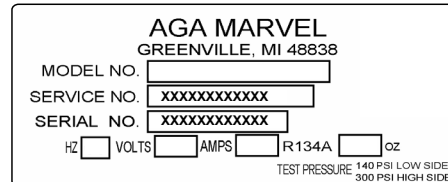

Figura 1
- El número de servicio y el número de serie que se encuentran en la placa de identificación ubicada dentro del gabinete, en el lado izquierdo (vea la Figura 1).